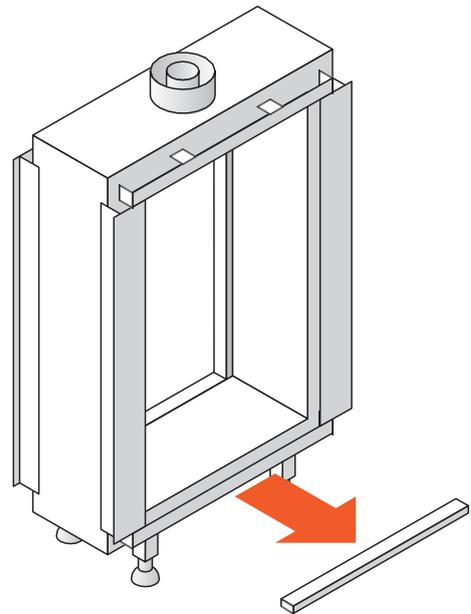

Fig. 10.3 Démontage de l'habillage inférieur
- Retirez l'habillage supérieur (figure 10.3).